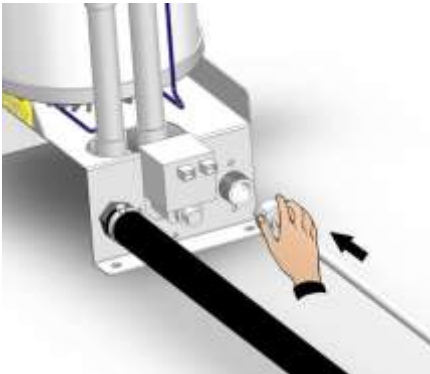

Fig. 21
4. Raccorder la conduite d'alimentation en eau au raccord  $\frac{3}{4}$  GAZ de l'électrovanne (figures 21 et 22).